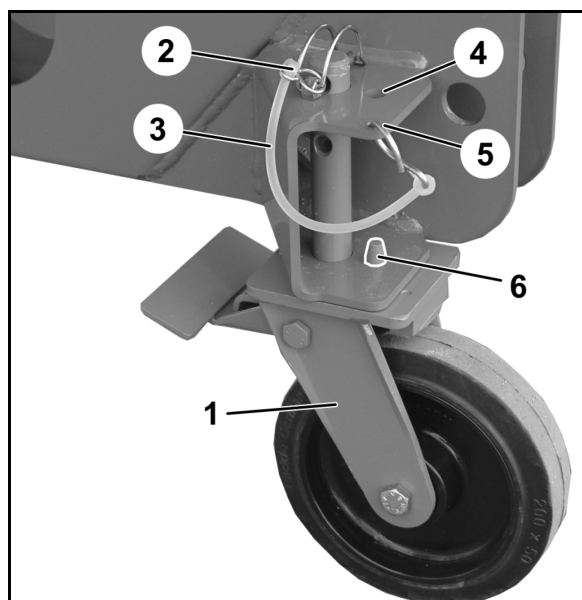
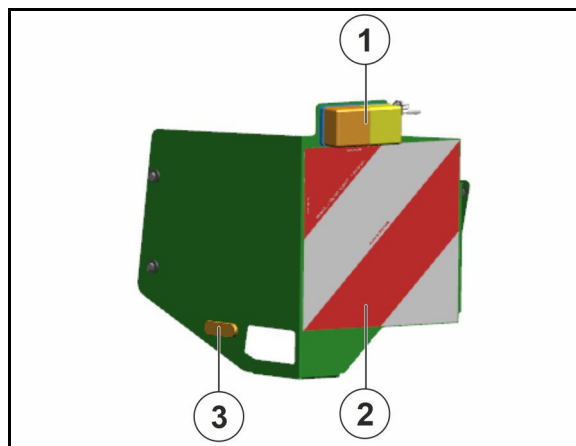

Fig. 10
Fig. 11
- Fixați șplinturile cu banda de siguranță (Fig. 10/3; Fig. 11/3) la mașină (Fig. 10/5; Fig. 11/5).
5. Rolele **dirijabile** față (Fig. 10/1),
Rolele **rigide** spate (Fig. 11/1)
- o se vor monta și asigura cu șplinturile (Fig. 10/2; Fig. 11/2), respectiv
În cazul neutilizării rolor de transport, fixați șplinturile în poziția de parcare (Fig. 10/4; Fig. 11/4).
La montarea rolor rigide, aveți grijă ca bolțul (Fig. 11/6) să pătrundă prin alezajul cadrului și astfel să susțină rolele în direcție longitudinală.